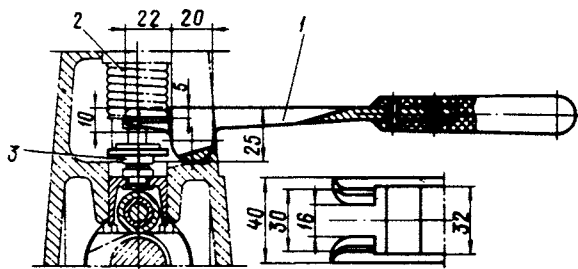
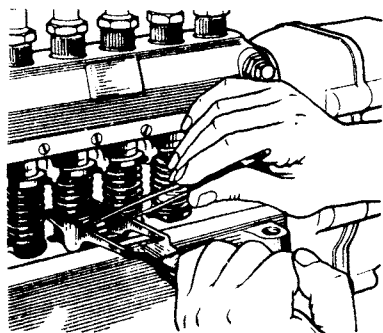

Рис. 88. Рычаг для снятия тарелки толкателя:
Рис. 89. Снятие тарелки толкателя
2) при помощи специального рычага (рис. 88) сжать пружину толкателя и пинцетом извлечь нижнюю тарелку толкателя (рис. 89).